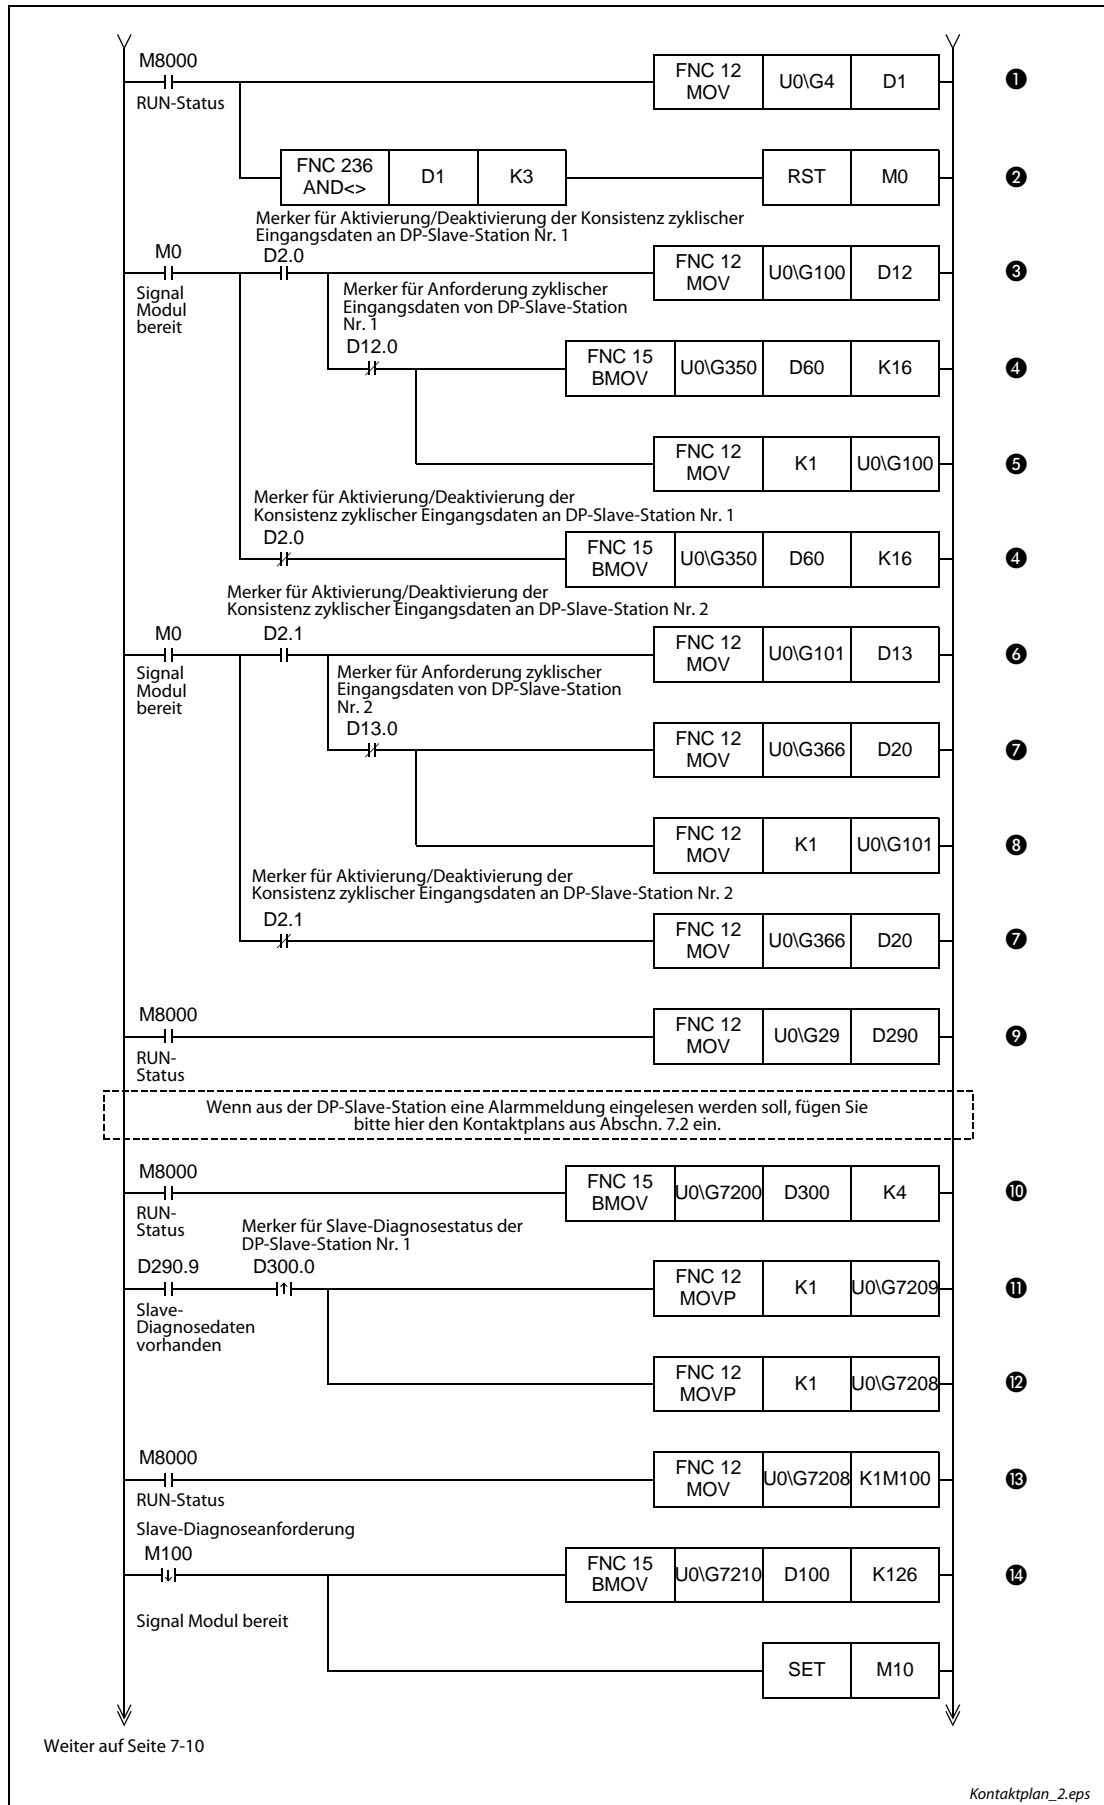

Abb. 7-9: Kontaktplan des Beispielprogramms mit dem GX Developer (2)
⑤	Der Merker für Anforderung zyklischer Eingangsdaten von DP-Slave-Station Nr. 1 wird aktiviert (EIN).
⑥	Merker für die Anforderung zyklischer Eingangsdaten wird aus BFM #101 gelesen (DP-Slave-Station Nr. 2)
⑦	Die zyklischen Eingangsdaten der DP-Slave-Station Nr. 2 werden aus BFM #366 gelesen.
⑧	Der Merker für Anforderung zyklischer Eingangsdaten von DP-Slave-Station Nr. 2 wird aktiviert (EIN).
⑨	Der Fehlerstatus des Masters wird aus BFM #29 gelesen.
⑩	Der Merker für zyklischen Slave-Kommunikationsfehler (Slave-Diagnosestatus) wird aus BFM #7200–#7203 gelesen.
⑪	Die Nummer der DP-Slave-Station wird für die Anforderung der Diagnoseinformation in BFM #7209 geschrieben.
⑫	Bit 0 von BFM #7208 zur Anforderung von Slave-Diagnoseinformationen wird aktiviert (EIN).
⑬	Der Merker für die Slave-Diagnoseanforderung BFM #7208 wird gelesen.
⑭	Die Slave-Diagnoseinformationen werden aus dem Speicherbereich BFM #7210–7335 gelesen.
Tab. 7-2: Beschreibung des Kontaktplans in Abb. 7-9 (2)